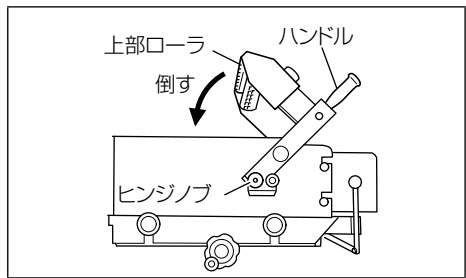

図 14
(1) 肉箱に肉を入れて、ハンドルを持って上部ローラ（図 14）を倒すと肉を押さえることができます。
(2) 上部ローラは、スライスする肉質、肉の大きさ、形状に応じて 1 本ローラ、2 本ローラとして使用することができます。
上部ローラは図 14 の位置までおこし、ハンドルを持ってヒンジノブを手前に引くとアームがはずれ開くことができます。
手動送りレバーを矢印方向に引くと下部コンベア（図 17 参照）と上部ローラ（図 14 参照）が回転して肉が送られます。